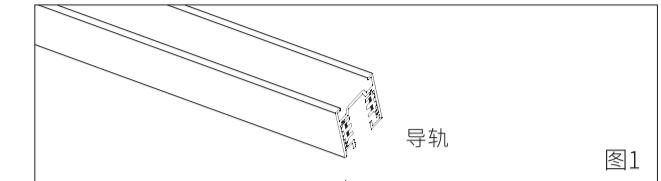

图1
- 本产品配用Mayalit品牌导轨 (图1) 或使用在其它公司品牌具有兼容性的导轨上, 配用导轨参数: 输入电压: AC 220-240V 最大电流: 16A 最大负载: 3680W;